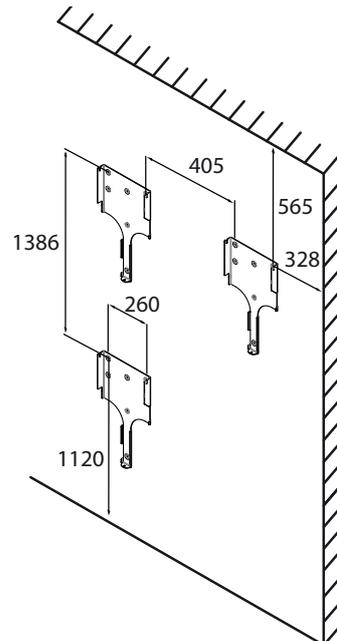

Figura 5: dima di foratura per il montaggio a parete e distanze minime (in mm)
- Per le distanze minime da rispettare durante il montaggio: vedi Figura 5 a pagina 17 e Figura 6 a pagina 18.